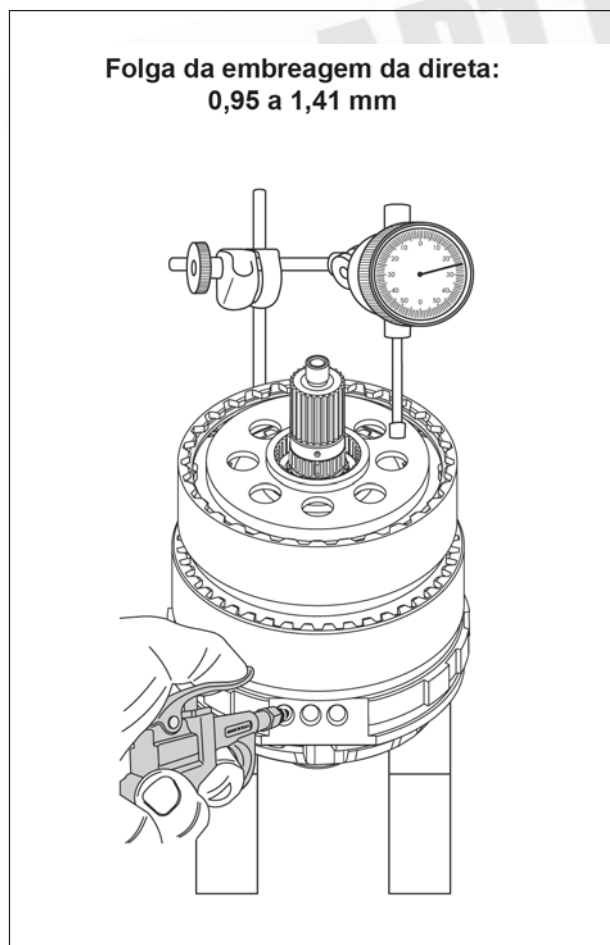

Figura 167
27. Instale o relógio comparador com sua ponta apalpadora apoiada na placa de reação, conforme mostra a figura 167, e zere o relógio.
28. Aplique ar comprimido, conforme mostra a mesma figura 167, e meça a folga da embreagem da direta.
38. Instale o adaptador/sacador no conjunto do Underdrive, conforme mostra a figura 167, para ajudar no processo final de montagem.